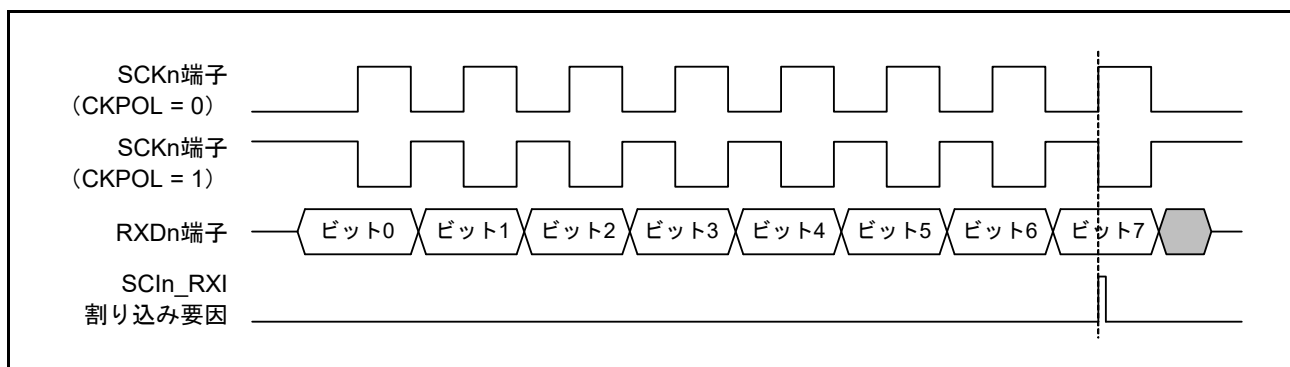

図 32.79 簡易 SPI モードにおける SCIn_RXI 割り込みの発生タイミング (クロック遅れあり)
- クロック遅れありの設定 (SPMR.CKPHビット=1) では、図 32.79 に示すように、SCKn 端子の最終クロックエッジ手前のクロックエッジで受信データフル割り込み (SCIn_RXI) が発生します。SCR.TEビットとSCR.REビットをSCKn 端子の最終クロックエッジより前に0にすると、SCKn 端子出力がハイインピーダンスとなり、送受信クロックの最後のクロックパルス幅が短くなります。また、SCIn_RXI 割り込みの発生によって、SCKn 端子の最終クロックエッジより前に接続先スレーブのSSn 端子入力信号がHighになった場合、スレーブが誤動作する可能性があります。